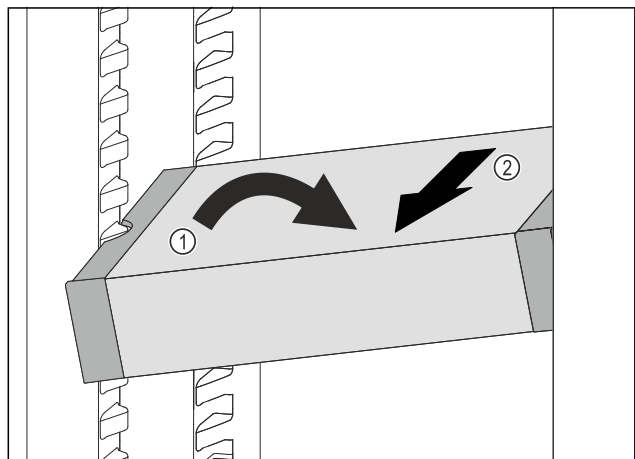

Fig. 132
- Incliner le VarioSafe dans la partie réfrigérateur. Fig. 132 (1)
- Sortir le tiroir VarioSafe par l'avant. Fig. 132 (2)